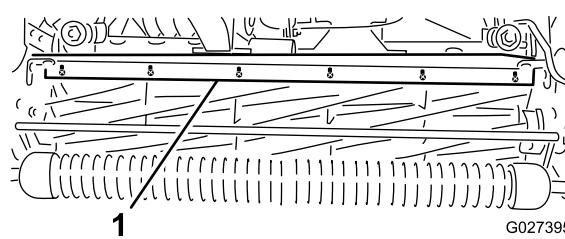

Figura 53
- Allentate le viti che fissano la barra superiore (Figura 53) all'apparato di taglio.